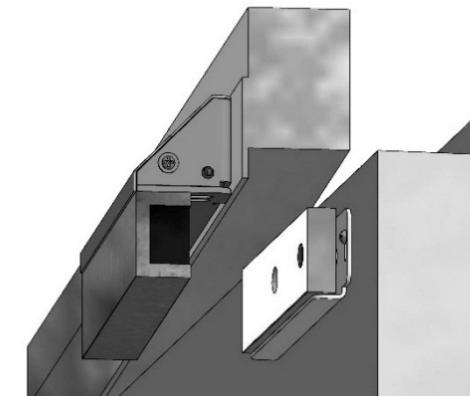

Рисунок 4 - Установка замка с монтажным комплектом MK AL-350FB-M-01
- МК AL-350FB-M-01 монтажный комплект для крепления корпуса замка на кронштейне (рисунок 4) (кронштейн, кожух и комплект крепежа);